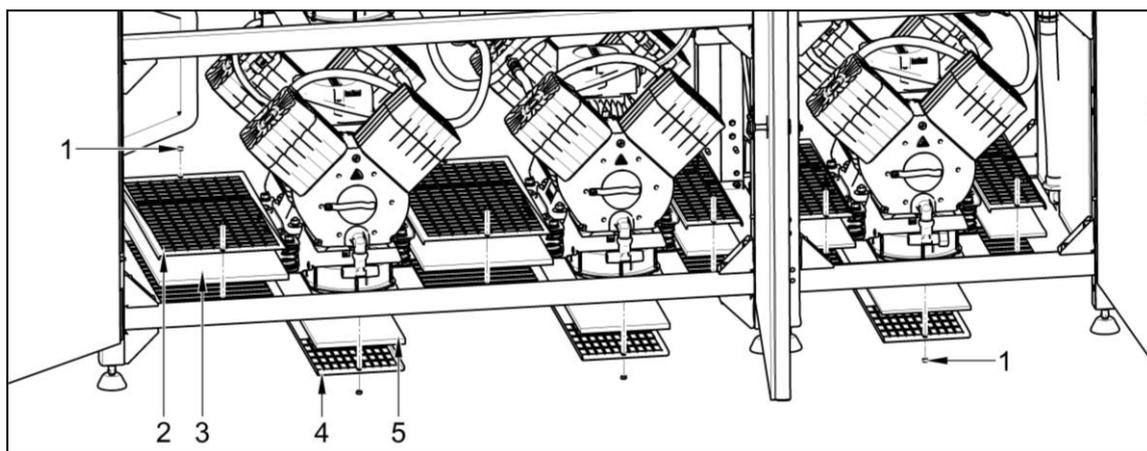
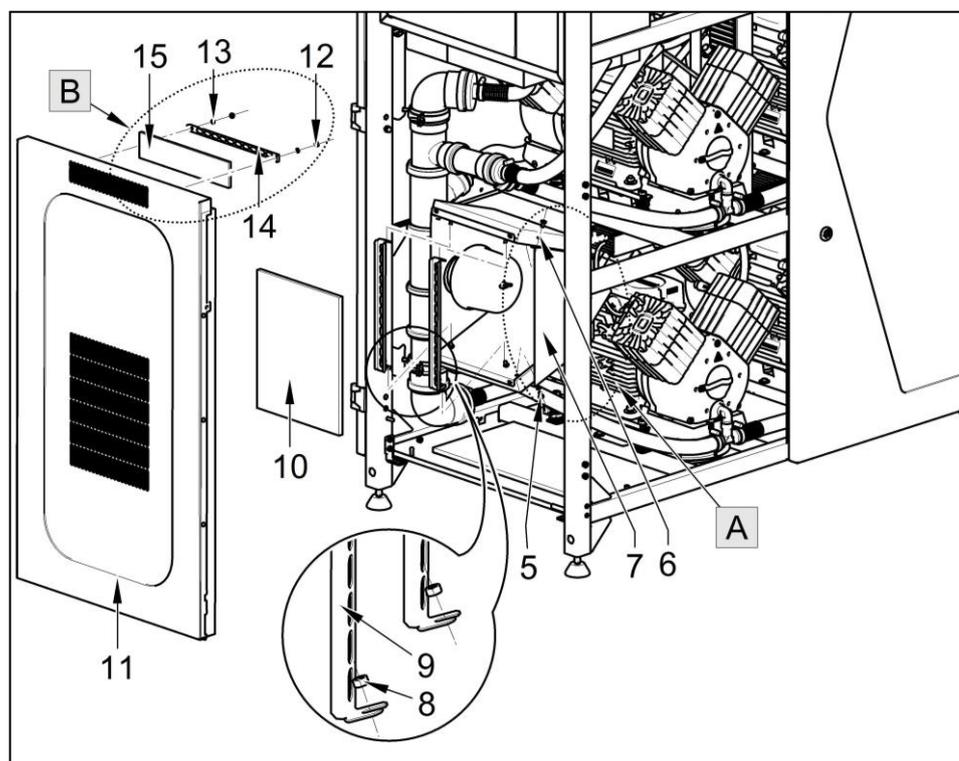

Рис. 21
Рис. 22
(Рис. 21, Рис. 22)
(Рис. 21)
(Рис. 22)
- В точке А удалите пену, 4 винта (5), шайбы (6) и снимите крышку всасывающего фильтра (7) (рис. 21).
- Удалите 2 гайки (8) на кронштейне (9) фильтра и снимите фильтр (10).
- В точке В (на боковых поверхностях (11)) удалите 2 гайки (12), шайбы (13), снимите кронштейн фильтра (14), а затем и сам фильтр (15).